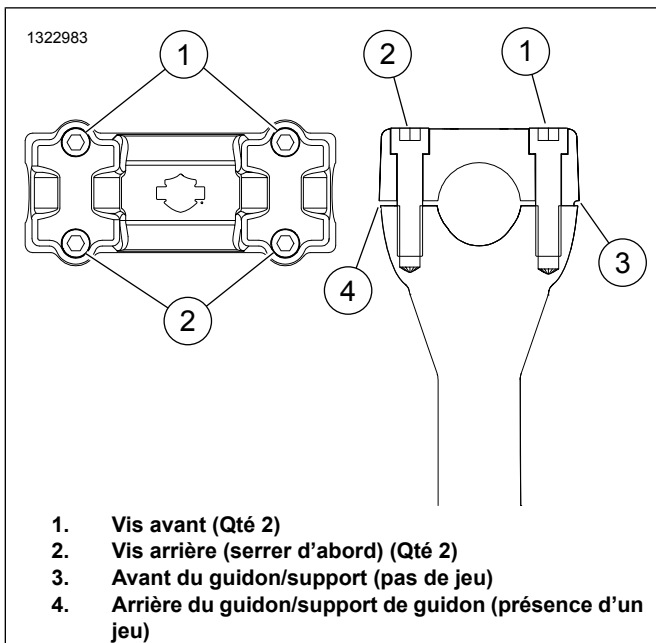

Figure 6. Montage du guidon (typique)
- a. Positionner le rehausseur (3) sur la tige de fourche supérieure.
- b. Installer les vis des rehausseurs (4). Ne pas serrer les vis pour l'instant.
- a. Installer sans serrer la bride du rehausseur (1) avec le texte faisant face au pilote.
- b. Installer les vis de la bride (2).
4. Voir la figure 6. Serrer les vis de la bride dans l'ordre.
- c. Serrer les vis arrière (2).